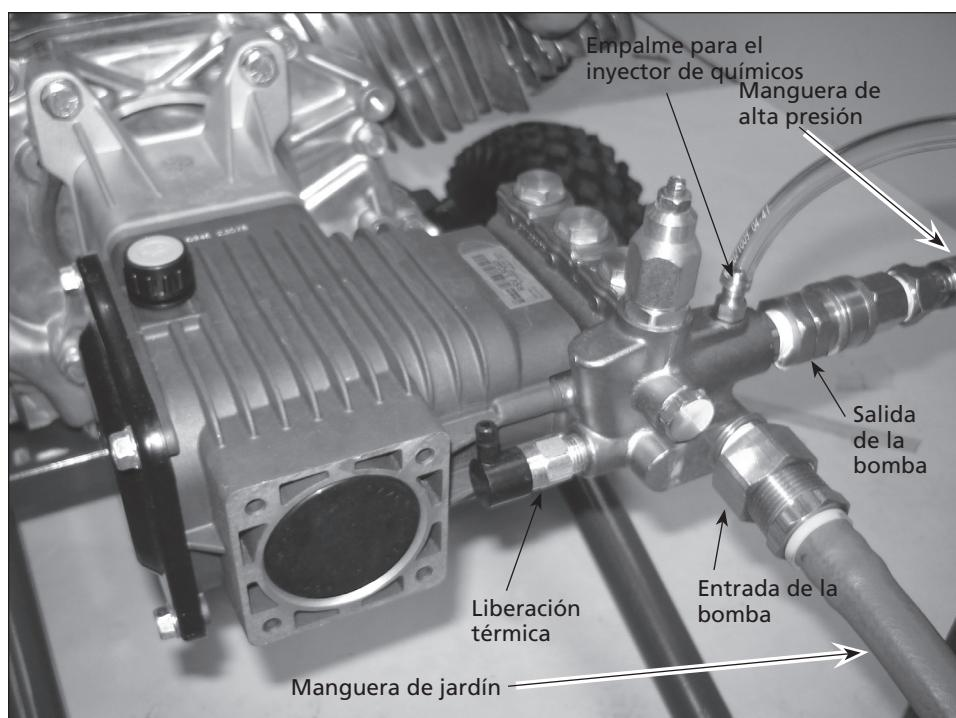

Figura 4 – Conecte la lanza a la pistola
4. Asegure la manguera de jardín (no se incluye) a la conexión de entrada de la bomba (Ver Figura 4).